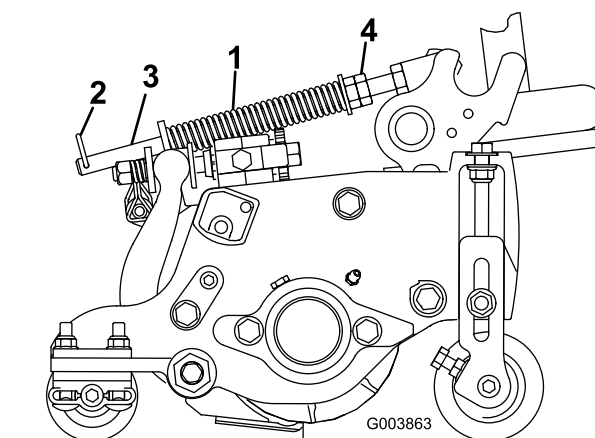

Figura 13
1. Asegúrese de que el pasador de horquilla está instalado en el taladro del extremo de la varilla (Figura 13).
2. Apriete las tuercas hexagonales del extremo delantero de la varilla del muelle hasta que la longitud comprimida del muelle sea de 12,7 cm (Figura 13).